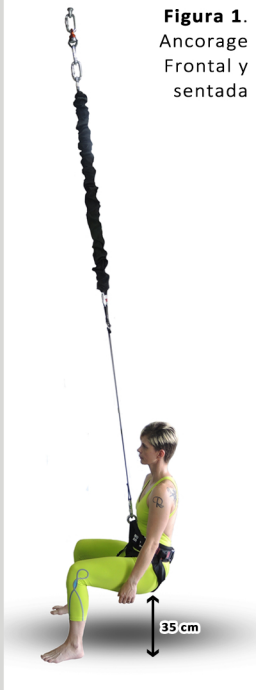

Figura 2.
C) En regulage del punto frontal y trasero, el extensor debe tener una cierta tensión para que siempre esté trabajando (figura 2 y 3).